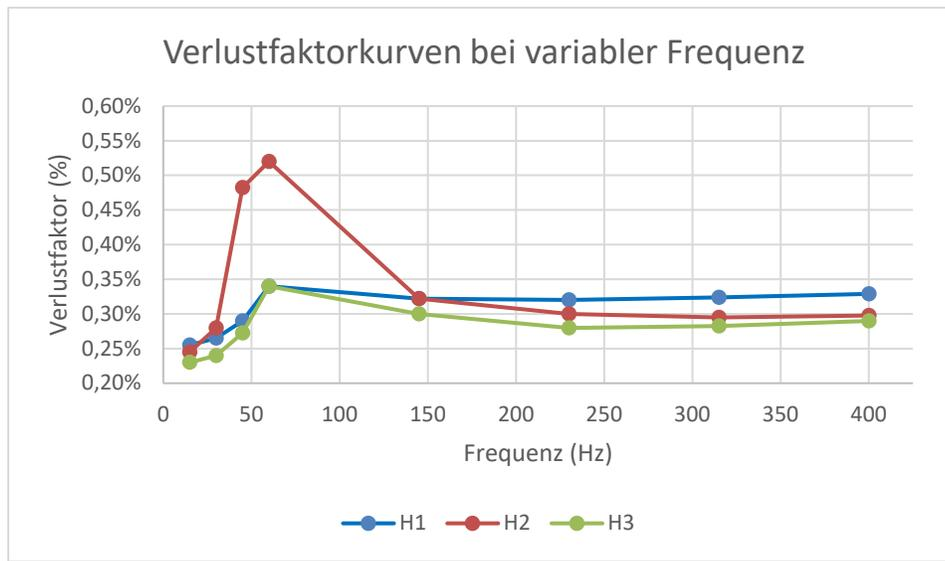

Abbildung 1: Ergebnisse der Verlustfaktormessung bei variabler Frequenz an drei POC-138-kV-Durchführungen von Lapp
Abbildung 1 zeigt die C1-Verlustfaktorwerte, die an drei POC-138-kV-Durchführungen von Lapp gemessen wurden. Wenn wir nur die Verlustfaktorwerte bei 10 kV/60 Hz betrachten, ist nicht ersichtlich, dass die Messwerte fehlerhaft sind. Ein Blick auf die Verlustfaktorkurven für die drei Durchführungen aus der Messung mit variabler Frequenz zeigt jedoch einen ungleichmäßigen Kurvenverlauf und einige Ausreißer. Ausreißer im Kurvenverlauf von Messungen mit variabler Frequenz sind im Allgemeinen ein Hinweis auf ungültige Verlustfaktormessung. In diesem Fall hatte der Kunde vergessen, die Durchführungen der Primärseite (H) des Transformators kurzzuschließen, bevor die C1-Verlustfaktormessung gestartet wurden.